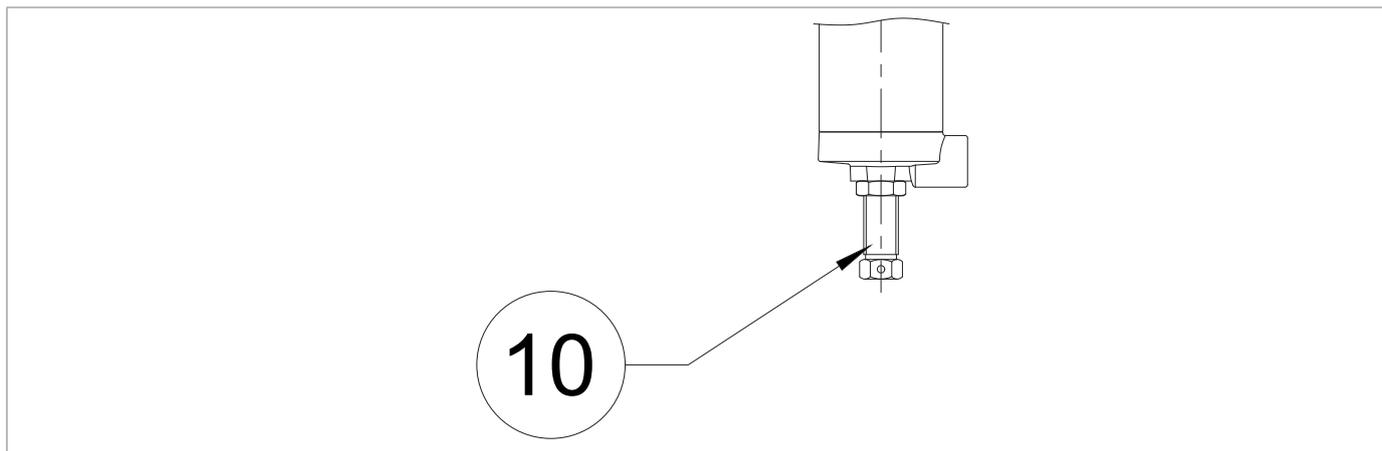

Fig. 8.30. Piloti serie 200/A
4	Comprimere completamente la molla del pilota (3) ruotando la vite di regolazione (fig. 8.30) in senso orario.
6	Ruotare la vite di regolazione (fig. 8.30) del pilota monitor (11) in senso orario per aumentare il valore della pressione di valle fino al valore prescelto di lavoro del monitor. ! AVVISO! Controllare la pressione facendo riferimento al manometro (5) posto a valle.
7	Ruotare la vite di regolazione (fig. 8.30) del pilota (3) in senso antiorario per scaricare la molla di taratura fino al raggiungimento del valore di pressione di valle prestabilito.
13	Bloccare le viti di regolazione e i dadi di fissaggio (fig. 8.30) dei piloti (3, 11).
5	Comprimere completamente la molla del pilota (3) ruotando la vite di regolazione (fig. 8.30) in senso orario.
7	Aumentare lentamente la pressione di valle ruotando la vite di regolazione (fig. 8.30) del pilota del monitor (10) in senso orario fino a raggiungimento del valore della pressione di intervento della valvola acceleratrice M/A (11). AVVISO! Controllare la pressione facendo riferimento al manometro (5) posto a valle.
9	<p>Ruotare la vite di regolazione (fig. 8.30) del pilota del monitor (10) in senso antiorario per diminuire il valore della pressione di valle fino al valore prescelto di lavoro del monitor.</p> <div style="border: 1px solid black; padding: 5px;"> <p>! AVVISO!</p> <ul style="list-style-type: none"> • Assicurandosi che la valvola acceleratrice M/A (11) abbia interrotto lo scarico del gas; • Controllare la pressione facendo riferimento al manometro (5) posto a valle. </div>
10	<p>Ruotare la vite di regolazione (fig. 8.30) del pilota (3) in senso antiorario per scaricare la molla di taratura fino al raggiungimento del valore di pressione di valle prestabilito.</p> <div style="border: 1px solid black; padding: 5px;"> <p>! AVVISO!</p> <p>Controllare la pressione facendo riferimento al manometro (5) posto a valle.</p> </div>
2	Svitare completamente il dado di fissaggio (fig. 8.30) della vite del pilota (3).
3	Scaricare completamente la molla del pilota (3) ruotando la vite di regolazione (fig. 8.30) in senso antiorario.